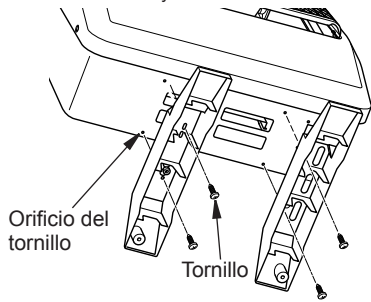

Figura 12 - Colocación de patas de la base de calentador
1. Aligned agujeros de tornillos en patas de la base a la parte inferior del calentador. Una con tornillos de cabeza Phillips (incluidos) (ver Figura 12).